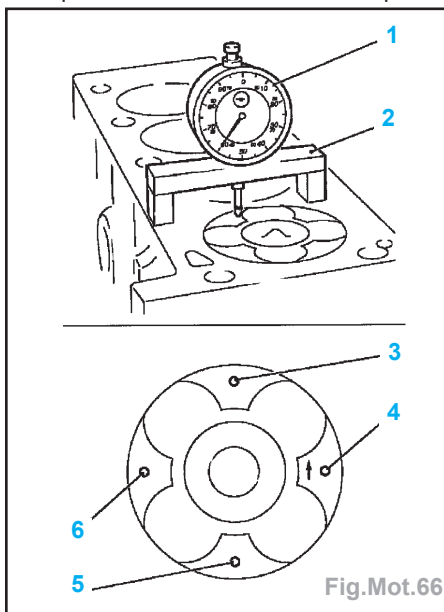

Fig.Mot.66
- Mesurer le désaffleurement des pistons (voir «Caractéristiques - Joint de culasse») (Fig.Mot.66).
- mesurer le désaffleurement des quatre pistons. Mesurer le désaffleurement de chaque piston à partir de deux points de mesure (3) et (4) ou (5) et (6). Pour cela, placer la règle de mesure, avec le comparateur sur la tête de piston nettoyée, sur le bloc-cylindres. Déterminer le point le plus haut en tournant le vilebrequin.